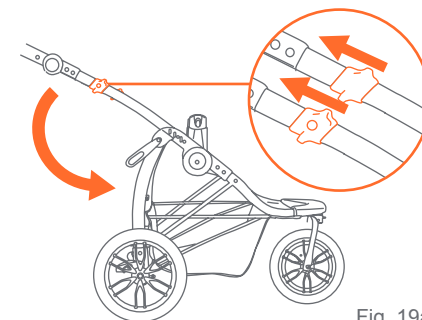
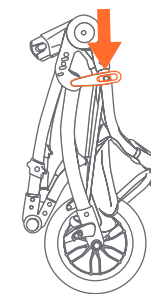

Fig. 19a
Fig. 19b
- Pliegue el carrito tirando de ambos gatillos de liberación (Fig. 19a) y empuje el manubrio hacia el suelo. Asegúrese de que las ruedas delanteras estén extendidas, y luego fije el carrito en la posición plegada trabando el pestillo de pliegue ubicado en el lado derecho del carrito, por encima del remache (Fig. 19b).